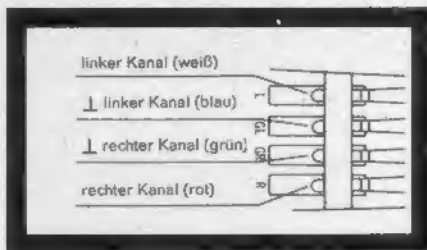

Fig. 16
4. Die Anschlüsse am Systemträger sind gekennzeichnet, die Anschlußlitzen sind farbig (Fig. 16). Verbinden Sie die Anschlußlitzen des Systemträgers mit den entsprechenden Anschlußstiften des Tonabnehmersystems.